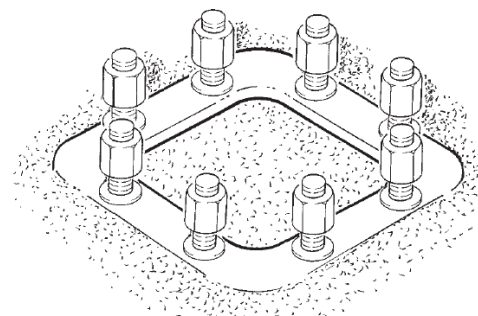

fig.18
3. Annegare la cornice così preparata nel getto del plinto curando che la piastra superiore rimanga a filo del pavimento (fig.18). Proteggere le filettature dei tirafondi per evitarne il danneggiamento.